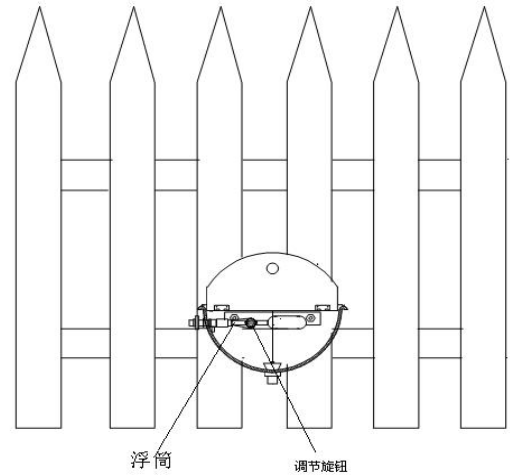

图 5
2.4 装好铁椎体堵头后，将浮筒装入喂水器中，先拧下浮筒上的固定螺帽，将浮筒从喂水器内侧的进水孔穿出，然后将螺帽从喂水器外侧拧到浮筒的螺纹端口并固定好。浮筒的角度可以调，用户可以通过旋转浮筒上的调节旋钮来达到调节喂水器水位的目的，建议将浮筒调节到水平位置。如图 5